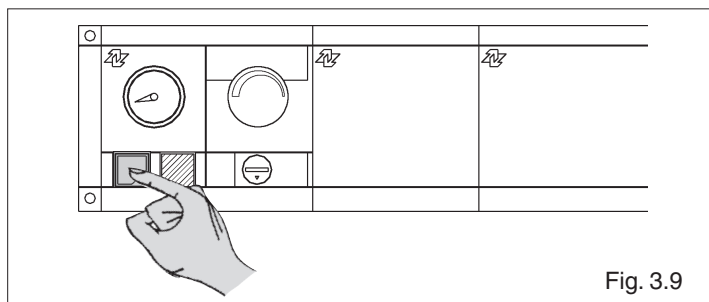

Fig. 3.9
- Tryck på huvudströmbrytaren på kontrollpanelen och kontrollera att värmepannan släcks (fig. 3.9)